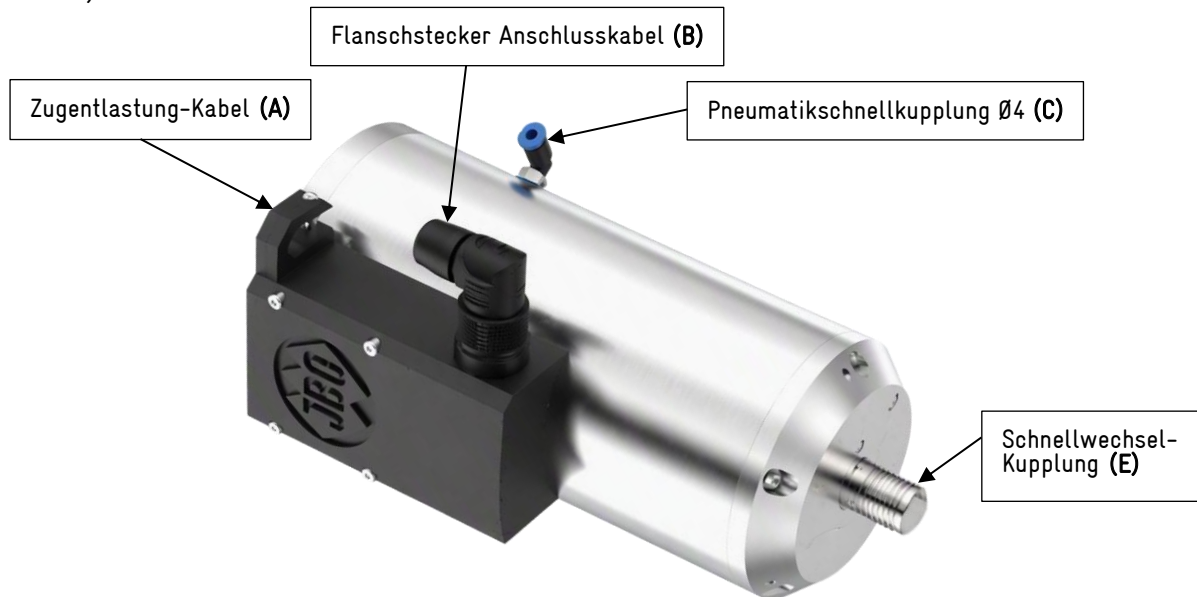

Abbildung 1: MultiCheck 4.0 – SPIN
Das optional erhältliche Kabel muss vor der Inbetriebnahme mit dem Flanschstecker (Abb. 1 (B)) an die Bundbuchse (Abb. 1 (C)) des MultiCheck 4.0 – SPIN angeschlossen werden. Dabei ist auf die korrekte Ausrichtung des Flanschsteckers zu achten. Der Flanschstecker verfügt über einen Bajonettverschluss. Nach dem Einstecken des Steckers wird dieser durch Drehen im Uhrzeigersinn verriegelt.
Das Kabel muss dabei in Richtung des Adapterflansches zeigen und durch die am Gehäuse des MultiCheck 4.0 – SPIN angebrachte Zugentlastung (Abb. 1 (A)) geführt werden. Eine unsachgemäße Verlegung des Kabels kann die Funktion beeinträchtigen und zu einer Beschädigung der Steckverbindung und des Kabels führen.
Verbinden Sie einen außenkalibrierten Pneumatikschlauch $\varnothing$ 4 mm mit der Pneumatikschnellkupplung (Abb. 1 (C)) am MultiCheck 4.0 – SPIN. Achten Sie dabei auf den vollständigen Sitz des Schlauchs in der Kupplung.